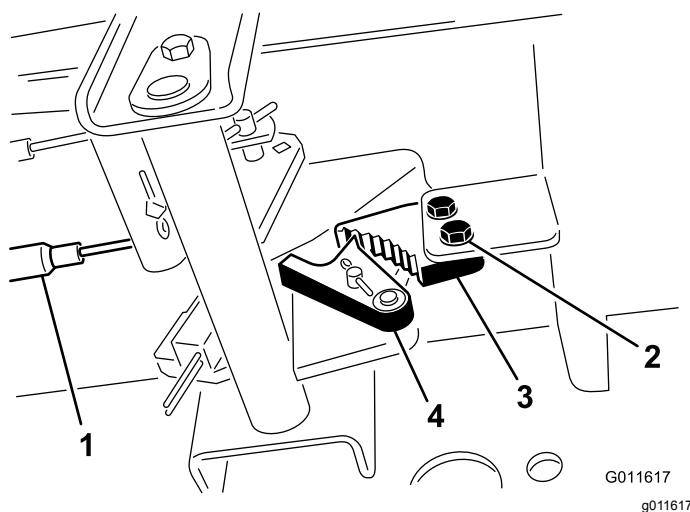

Figura 65
1. Afloje los 2 tornillos que fijan el trinquete del freno de estacionamiento al bastidor (Figura 65).
2. Pise el pedal del freno de estacionamiento hacia adelante hasta que la uña se engancha a fondo en el trinquete del freno (Figura 65).